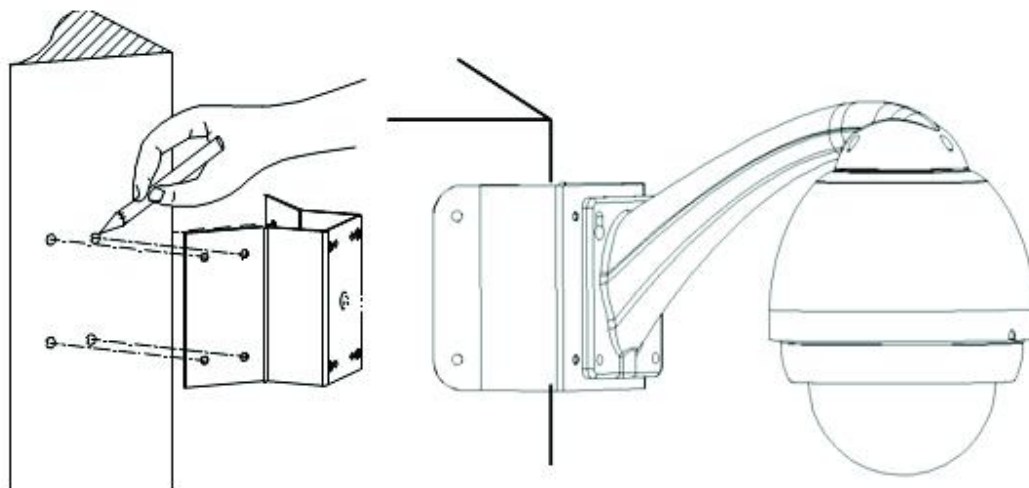

Рис. 1.3-7 Способ крепления камеры на угол здания
- Крепление камеры на угол здания осуществляется при помощи специального крепления (см. рис. 1.3-7). Крепление поставляется отдельно